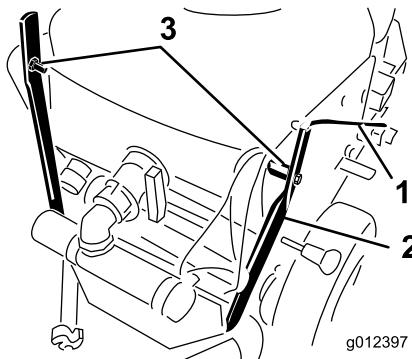

図3
1. シフト・ロッドを出荷用に固定しているヘアピン・コッター、ワッシャ、ケーブル・タイを外す(図3)。ヘアピン・コッターとワッシャは、シフト・ロッドを取り付ける際に使用するので捨てないこと。
2. ハンドルをタンク・サポートに固定しているボルト(2本)、スペーサとナットを取り外す(図3)。ボルト、スペーサ、ナットは廃棄する。